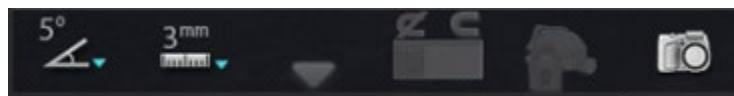

Figure 83. Affichage de la barre d'outil principale lorsqu'aucun dispositif n'est sélectionné
Explicatif de la barre d'outils principale (Figure 76 – Figure 83)
- ⑤ **Protection de l'accès.** Cette icône indique le statut de la protection de l'accès, Activé (Verrouillé) ou Désactivé (Déverrouillé).
- ⑥ **Capture d'écran.** Ce bouton capture l'intégralité de l'écran et l'enregistre dans le répertoire sur le disque dur de l'ordinateur. Un message système affiche la date et l'heure de la capture. La capture d'écran est enregistrée avec les 6 numéros et un identificateur de système : poste de travail ou assistant.
- i Remarque :** La barre d'outils principale apparaît comme sur la **Figure 83** lorsqu'*aucun dispositif n'est sélectionné*. Les boutons de champ magnétique et de protection d'accès sont désactivés.